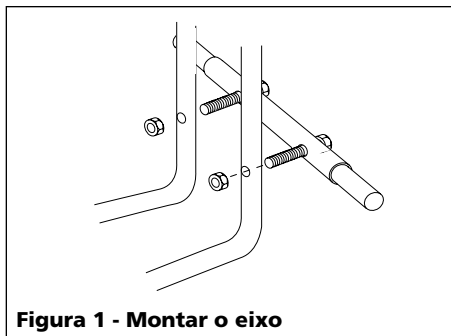

Figura 1 - Montar o eixo
2. Colocar o suporte da bomba direito e manter firme. Montar o eixo das rodas nas pernas do carro, inserindo os parafusos nos furos. Segurar com uma porca 1/4" - 20 em cada parafuso. Usar uma chave 7/16" para apertar (ver Figura 1)